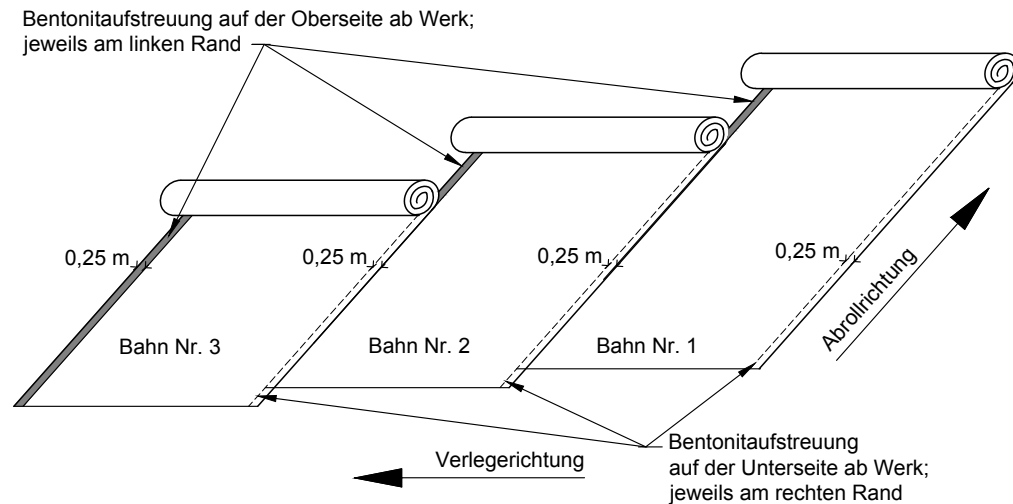

Abb. 7c: Ausrichten der vorgestreuten Längsüberlappungen bei der Verlegung
- Längsüberlappungen (bahnparallel) sind ab Werk durch aufgestreutes Bentonitgranulat am linken Bahnenrand oben und am rechten Bahnenrand unten vor eingestreut (Abb. 7c)